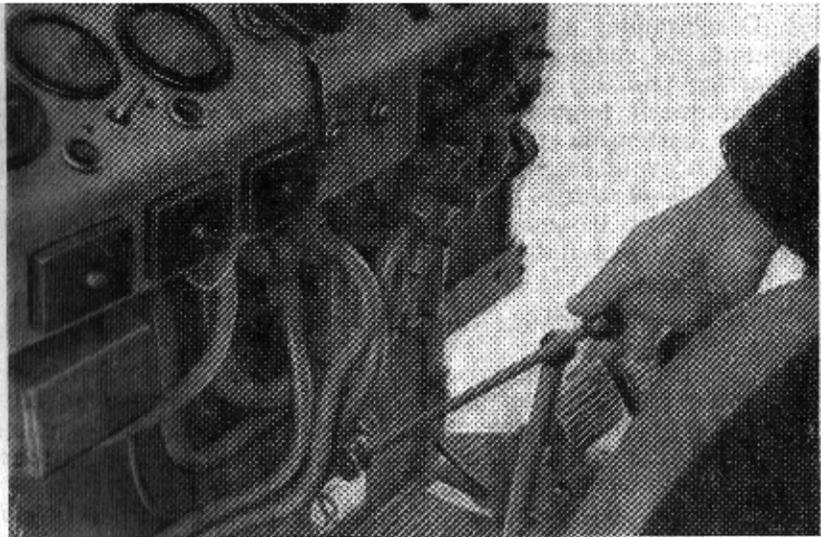

Fig. 10. Mise du levier décompression sur la position «arrêt»
2. Mettre le levier du mécanisme de décompression sur la position de débrayage (fig. 10).